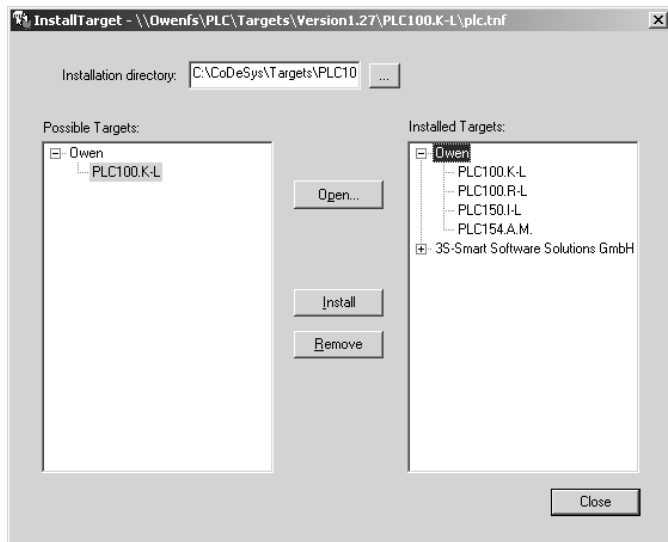

Рис. 2. Окно «InstallTarget» утилиты InstallTarget
- 1) В открывшемся при запуске утилиты **InstallTarget** окне (рис. 2) – нажать кнопку Open и указать путь доступа к инсталлируемому Target-файлу (имеющему расширение ***.tnf**, Target Information File). Target-файлы контроллеров OWEN ПЛК100 находятся на компакт-диске, поставляемом с контроллером, в папке «Target» или могут быть скачаны с сайта **www.owen.ru**.